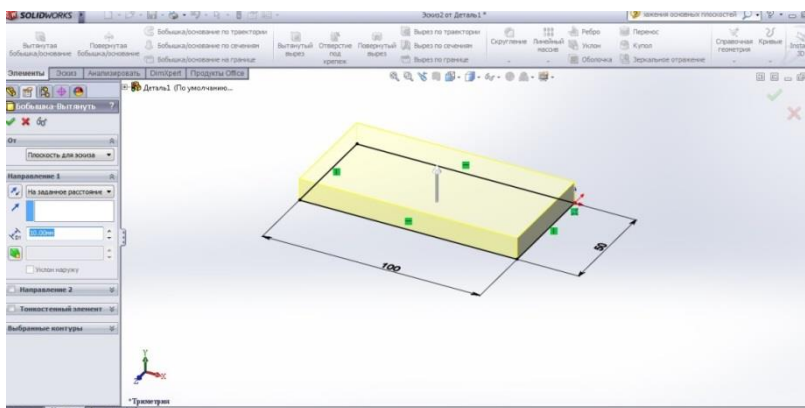

Рис. 3.3
5. Командою **Витягнута Бобишка** витягуємо даний профіль на задану висоту у потрібному напрямі, використовуючи для цього вікно **Менеджера властивостей** (рис. 3.3).